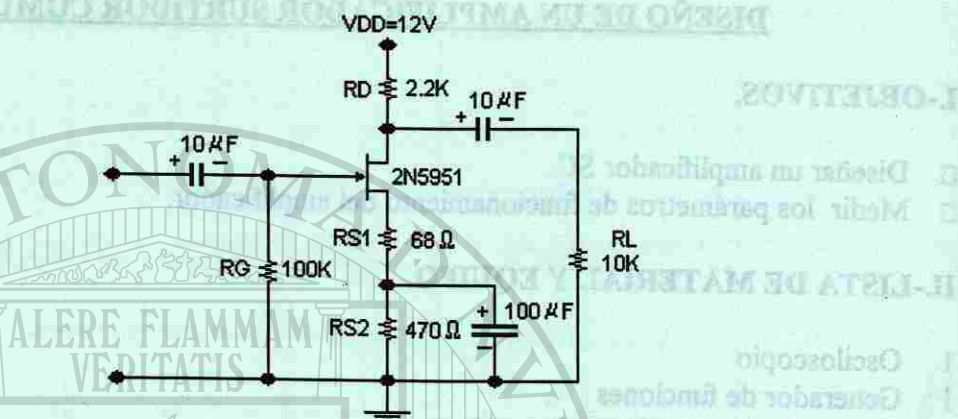

Figura 1.
Se desea diseñar un amplificador surtidor-común, como el de la figura 1, y con las siguientes especificaciones:
1.- Implementar el circuito del amplificador SC de la figura 1. Observe que los valores corresponden al diseño planteado en la teoría preliminar.